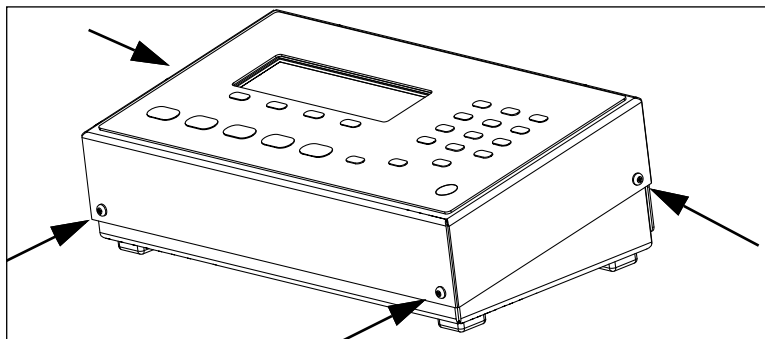

Figura 8-2. Tornillos de montaje de la cubierta de Counterpart
6. Vuelva a instalar la cubierta con los cuatro tornillos retirados anteriormente (Figura 8-2 en la página 96).